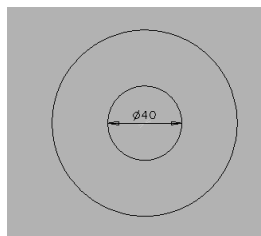

图 3-2 绘制同心圆
3. 绘制同心圆。单击图标面板按钮 ，在合适的位置绘制两个同心圆，其中大圆直径为 100，小圆直径为 40，效果如图 3-2 所示。